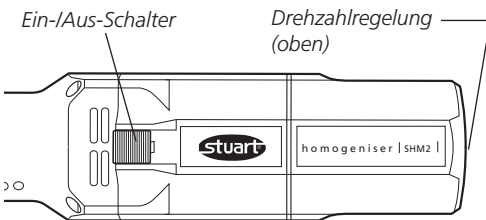

Abb. 2
3. Vergewissern Sie sich, dass der Drehzahlwähler auf den niedrigsten Wert eingestellt ist (siehe Abb. 2).